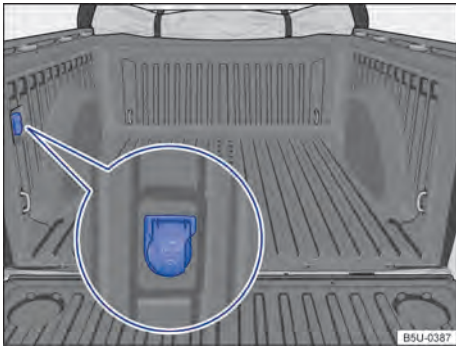

Fig. 139 Compartimento de carga: tomada 12 V.
- A tomada 12 V pode ser encontrada na parte interna do compartimento de carga → Fig. 139 (dependendo da versão do veículo pode não estar disponível).